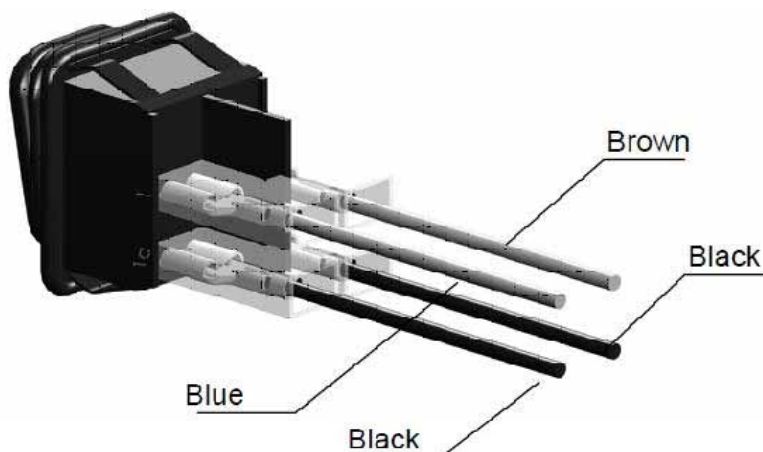

図8 電源スイッチの配線
- 10) 電源スイッチのファストン端子を挿して下さい。(図8を参照して下さい。上部に2本のBlack配線 Brown, Blue配線は中段へ挿して下さい。)